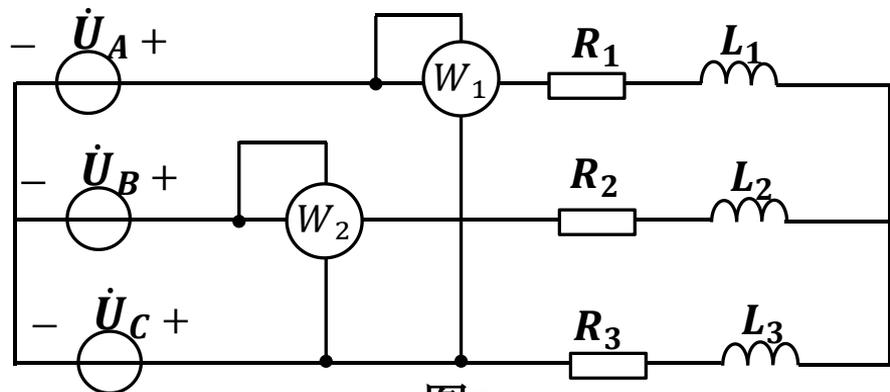
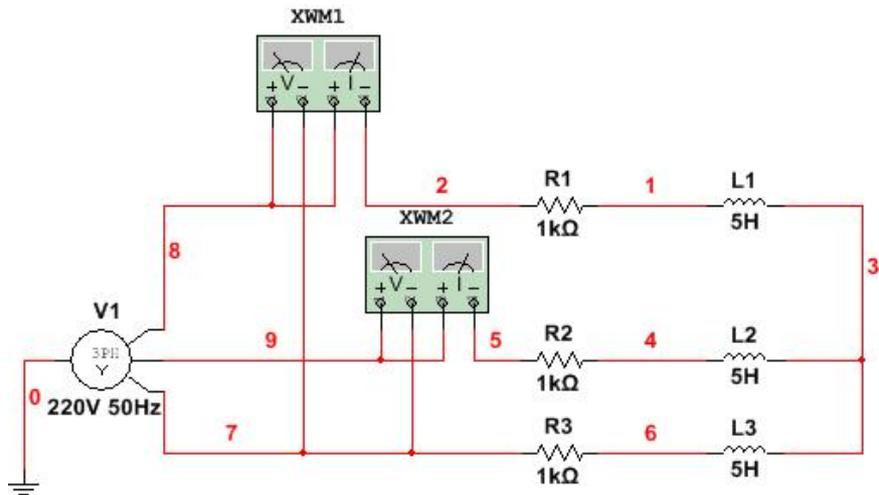

图3
图4
1) 二瓦计法测功率。电路如图3所示，相电压的有效值为220V，频率为50Hz， $R_1 = R_2 = R_3 = 1\text{K}\Omega$ ， $L_1 = L_2 = L_3 = 5\text{H}$ ，仿真电路如图4所示，用二瓦计法测量三相负载消耗的功率，并分别记录两个功率表的读数 P_1 和 P_2 ，并计算 $P_{\text{总}}$ ；